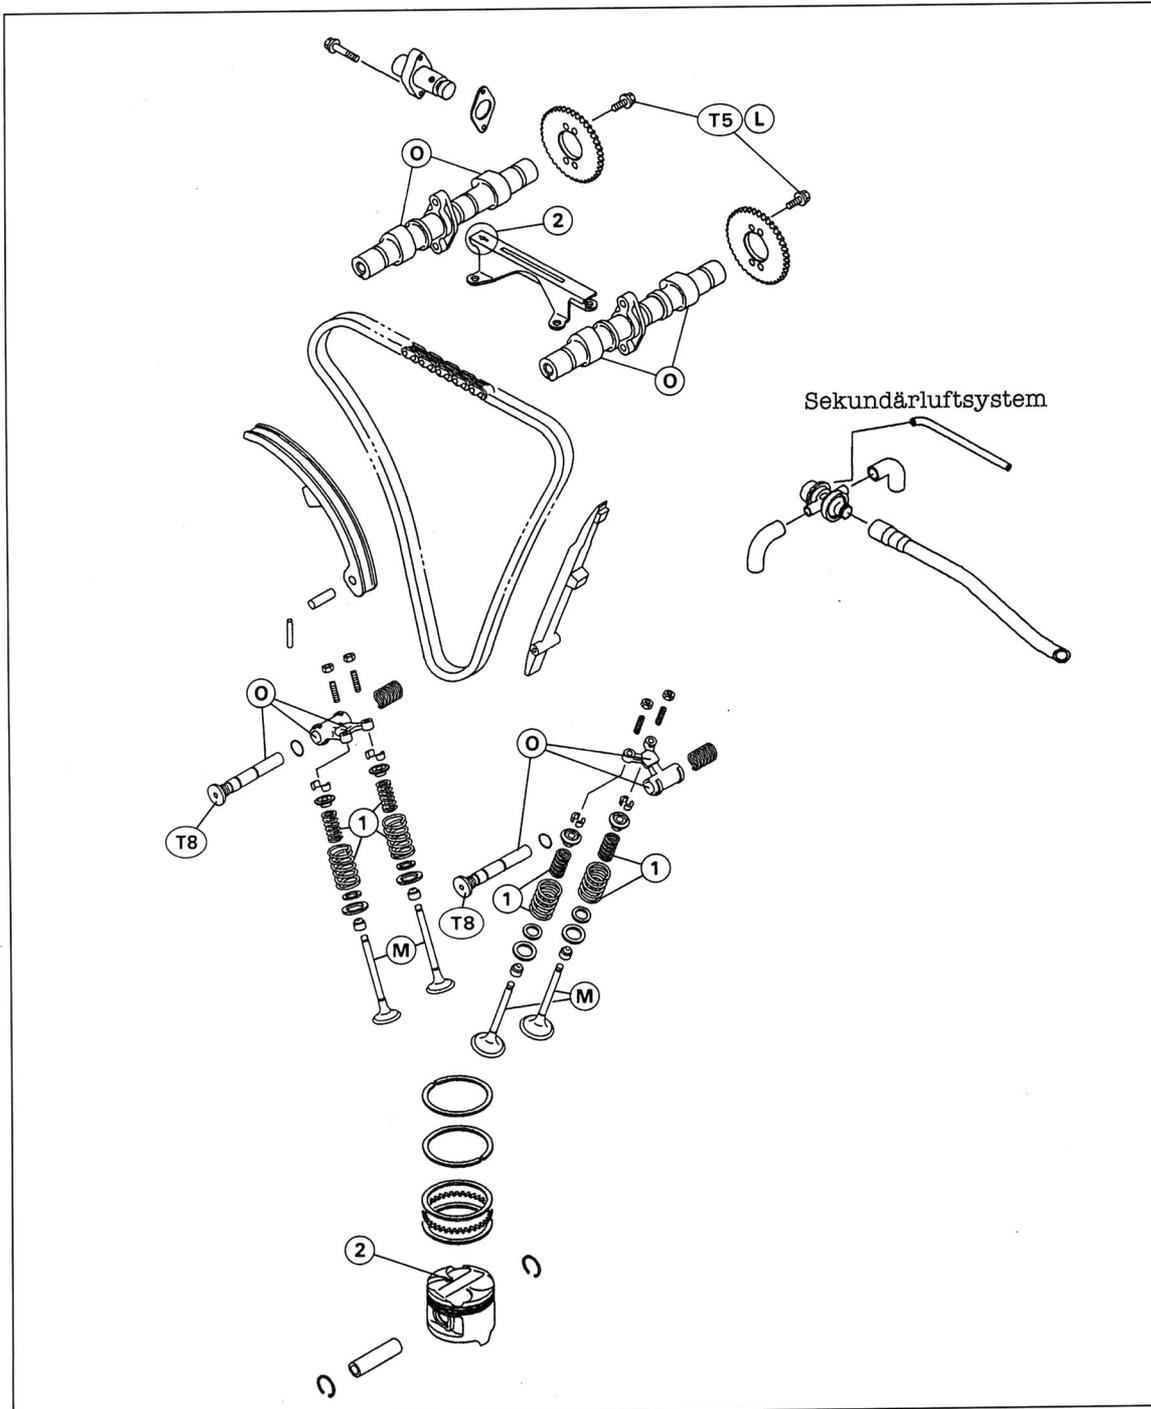

Bild 188
-  Sämtliche Einzelteile wieder in ursprüngliche Einbaulage einbauen (Bild 188).